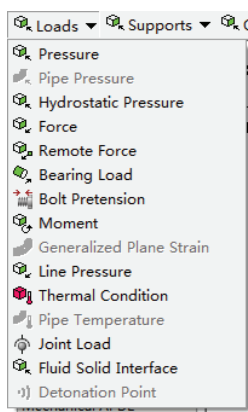

图 6-26 添加载荷
6) 选择 Environment 工具栏中的 Loads>Pressure, 如图 6-26 所示, 此时在树结构图中会出现 Pressure 选项。